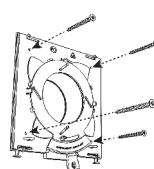

Рис. 5
- Основание клапана, без крышки, посадочным местом устанавливаем в воздушный канал вплотную к тепло-шумоизоляции. Корректируем положение основания таким образом, чтобы регулировочная ручка была направлена вниз. Осуществляем крепление основания к стене с помощью саморезов (Рис. 5).